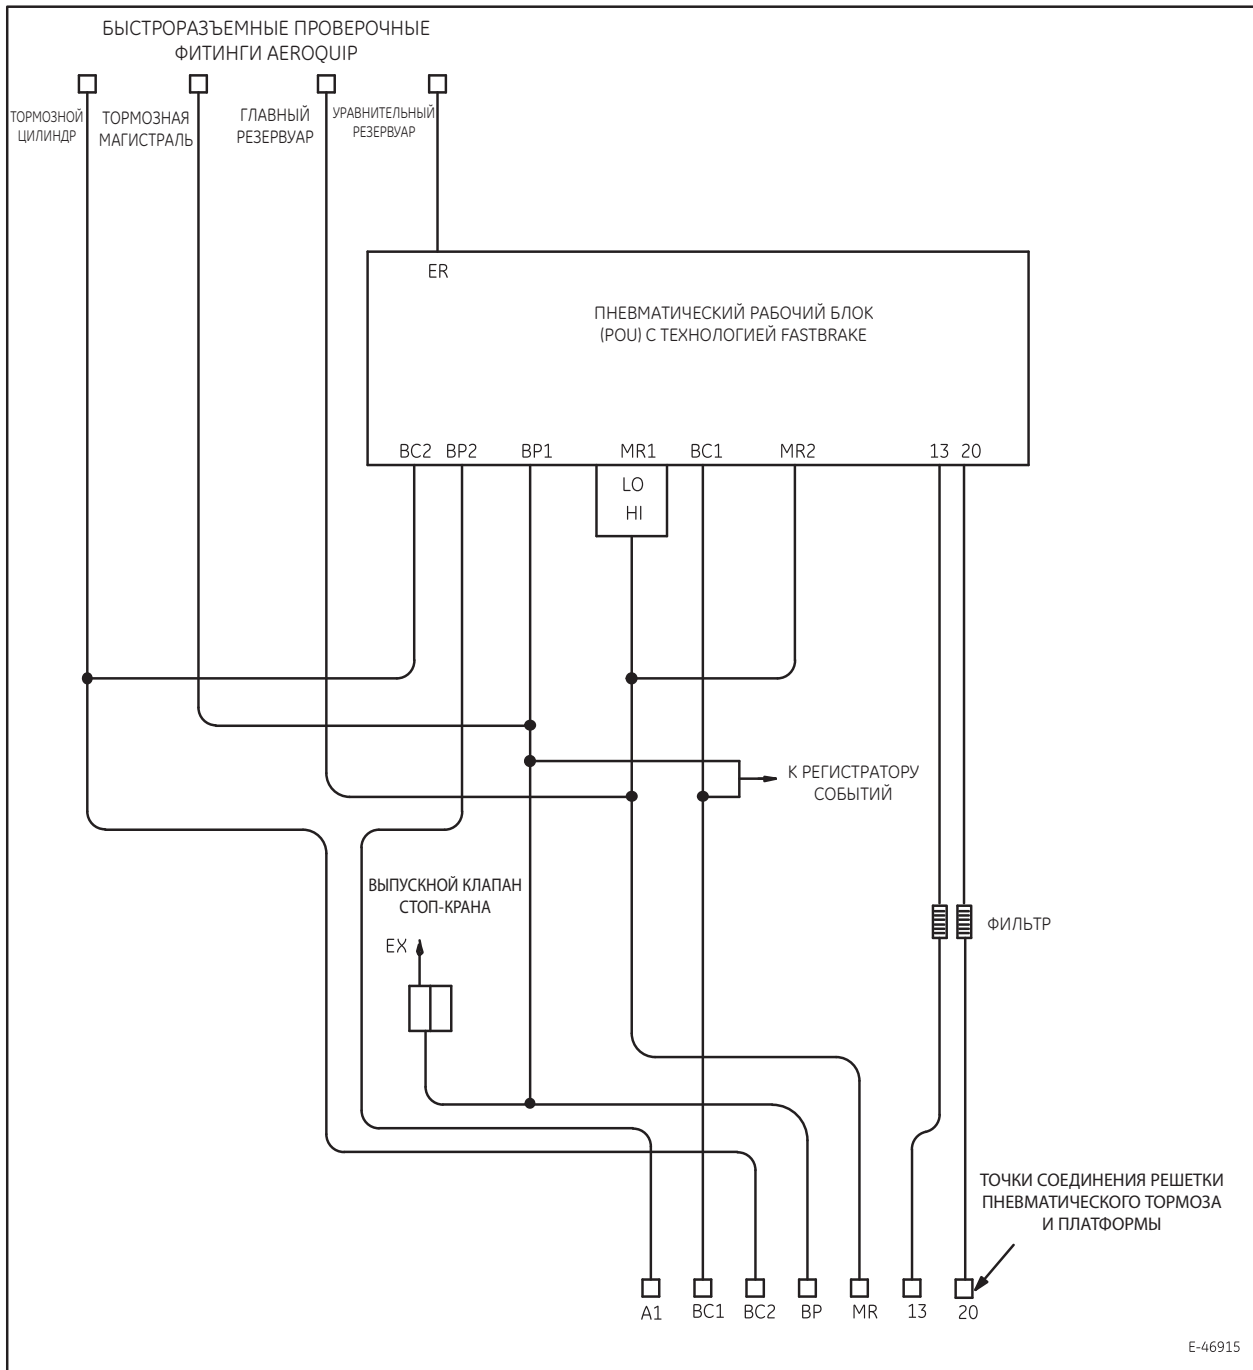

Рис. 1. Электронная пневматическая тормозная система, пневматическая схема (часть 1 из 2)
**ПРИМЕЧАНИЕ.** На рис. 1–5 показана типовая пневматическая тормозная система FastBrake. Ваша система FastBrake может немного отличаться от изображенной на иллюстрациях.